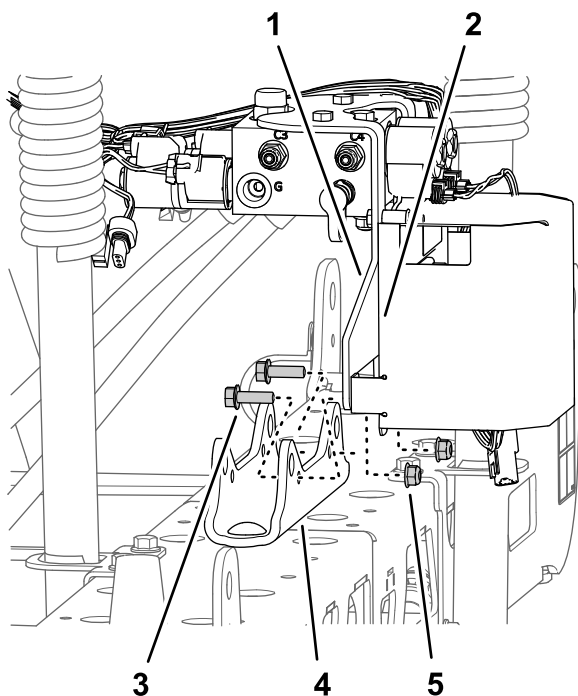

Figura 47
- **Máquinas con el kit opcional de nivelación del Ultra Sonic Boom:** Retire las 2 contratuercas con arandela prensada (5/16") y los 2 pernos con arandela prensada (5/16" x 1") que sujetan el soporte del distribuidor de elevación y el soporte del controlador TEC al soporte de los cilindros, y separe el distribuidor y su soporte del soporte de los cilindros (Figura 47).